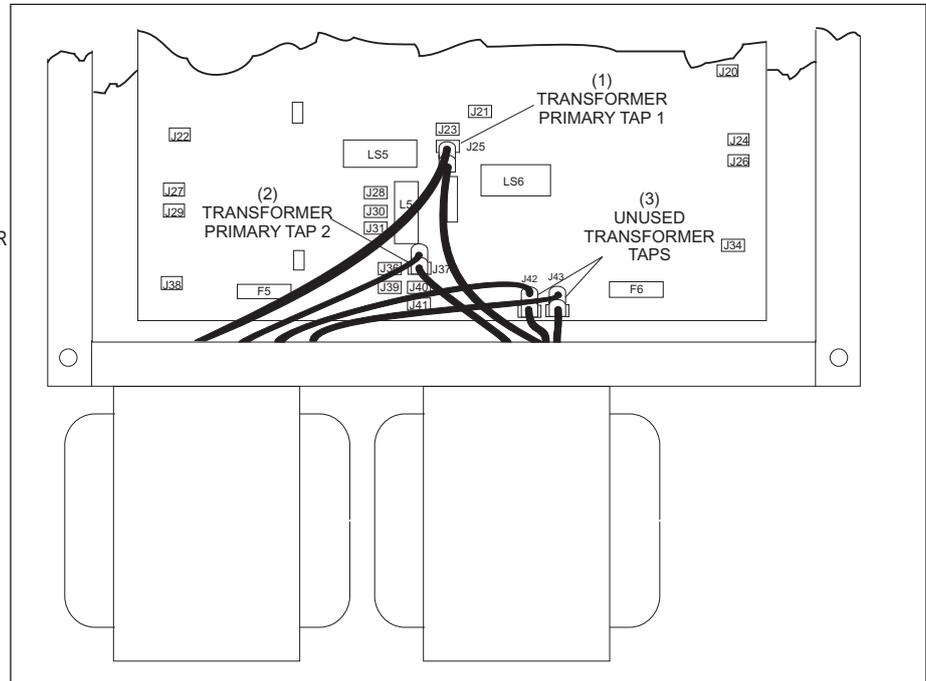

Figure 3-5. Réglage de la tension Nexgen.
1. Les connexions du transformateur à la carte à circuit imprimé haute tension dépend de la tension nécessaire au fonctionnement du déposeur de quilles. Reportez-vous aux figures 3-5, tableau 1.